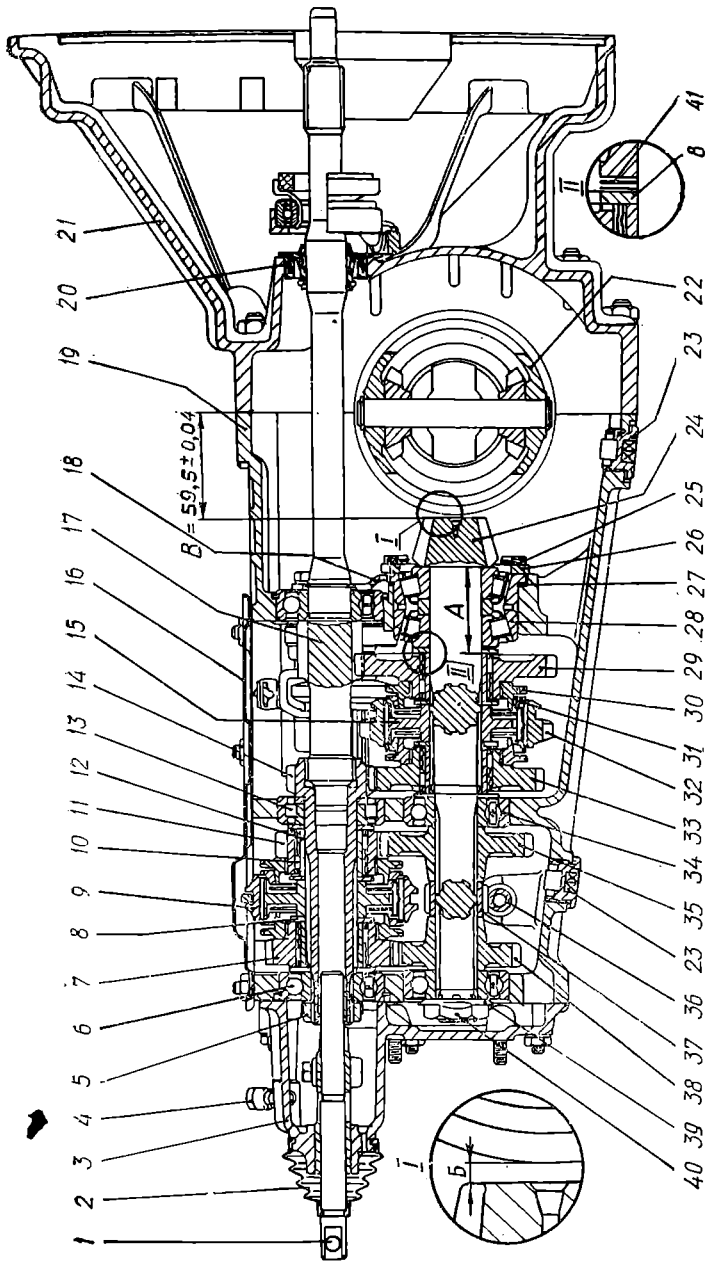
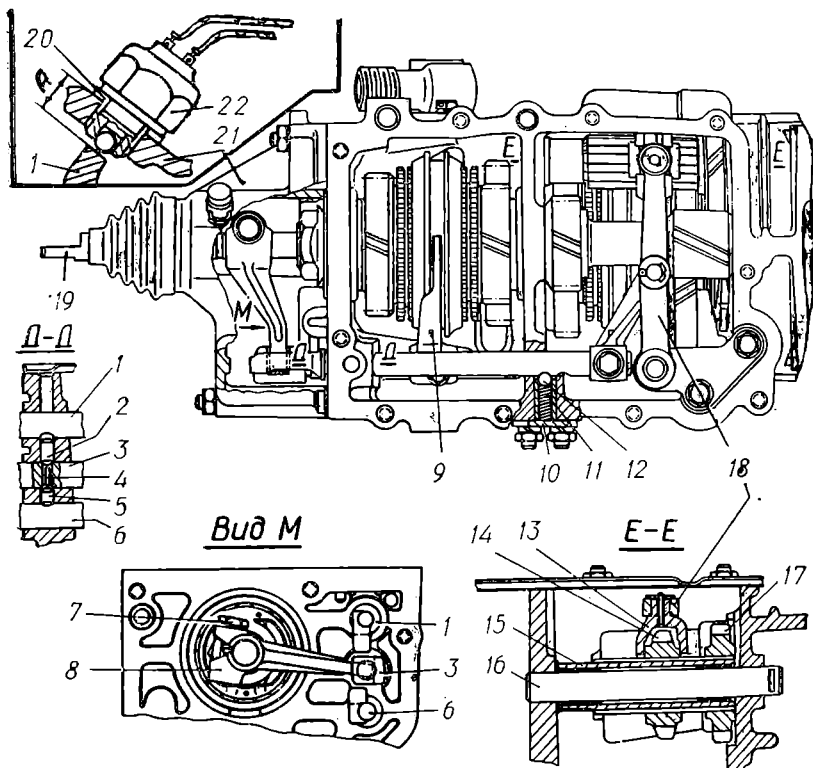
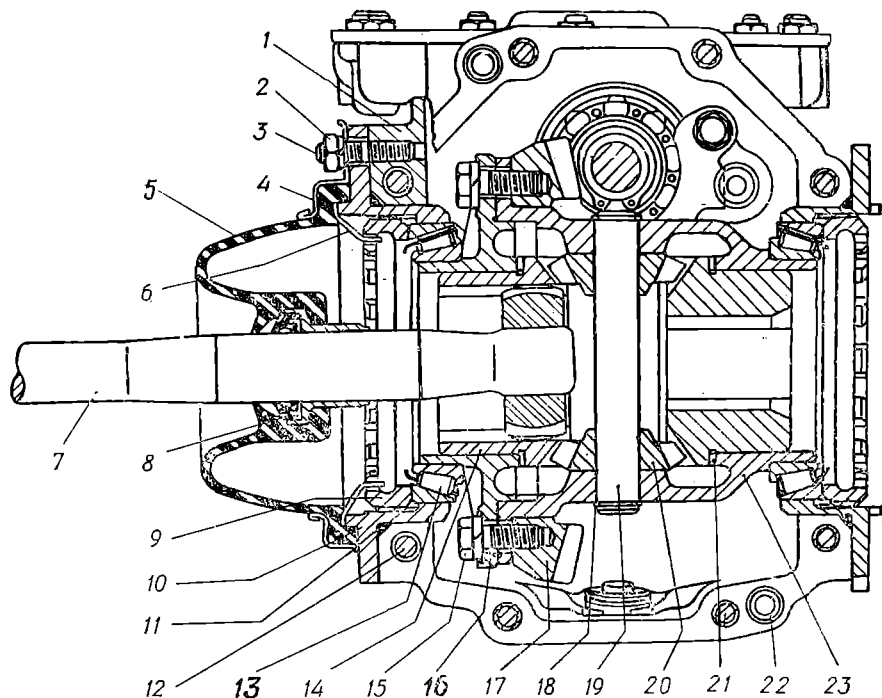

Рис. 47. Коробка передач:
Рис. 48. Механизмы переключения передач:
Рис. 49. Главная передача:
Картер сцепления 21 (рис. 47) и картер коробки передач 19 имеют разъем по оси дифференциала; обработку производят совместно и после расточки выбивают их общий номер. Раздельно каждая из этих деталей не может быть заменена. В картер сцепления в двух бобышках помещена ось с рычагом выключения сцепления. На оси закреплена клином вилка выключения сцепления; в проушинах вилки фиксируется соединительными звеньями выжимной подшипник выключения сцепления.
Коробка передач (рис. 47) — механическая трехходовая, двухвальная, четырехступенчатая, имеет четыре передачи вперед и одну назад. Все передачи, кроме заднего хода, имеют синхронизаторы.
Задний ход осуществляется от шестерни, выполненной заодно с ведущим валом коробки передач, через две паразитные шестерни 14 и 17 (рис. 48), размещенные на шлицевом валу паразитных шестерен заднего хода, и ведомую шестерню 32 (рис. 47) заднего хода. С целью исключить торцовый износ зубьев шестерен заднего хода первая пара шестерен выполнена косозубой и находится в постоянном зацеплении. Вторая пара шестерен прямозубая; ведущая паразитная шестерня заднего хода в момент включения скользит по шлицам вала паразитных шестерен и входит в зацепление с ведомой шестерней заднего хода. Таким образом, для заднего хода требуется включить только одну пару шестерен и при оборотах, вдвое меньших оборотов ведущего вала коробки передач.
Передачи (рис. 48) переключаются с помощью штоков и вилок. Штоки 1, 3 и 6 перемещаются ползуном 8, размещенным в задней крышке коробки передач на штоке 19. Механизм переключения передач включает замки 2, 4 и 5 и фиксаторы 12 штоков переключения, исключающие возможность одновременного включения двух передач и обеспечивающие фиксацию включенной передачи.
Фонари включаются специальным выключателем ВК-403 (рис. 48, поз. 22), установленным на задней крышке 21, привод которого осуществляется специальным выступом, выполненным на штоке 1 включения заднего хода. Если наблюдаются перебои при включении либо устанавливается новый выключатель, следует включить передачу заднего хода и замерить размер «А» между торцом крышки и торцом выступа штока. В зависимости от полученного размера под выключатель необходимо установить соответствующее количество фибровых шайб 20 толщиной 0,6 мм (см. таблицу).
Главная передача (рис. 49) представляет собой пару спиральных конических шестерен. Ведущая шестерня 24 (см. рис. 47) изготовлена вместе с валом и вращается на трех подшипниках.
Ведомая шестерня 17 (см. рис. 49) главной передачи монтируется на корпусе дифференциала 23 и крепится болтами 15 (восемь болтов). Внутри корпуса размещены сателлиты 20 и полуосевые шестерни 14. Полуосевые шестерни имеют фасонный паз, в который вставляется полуось 7. Дифференциал вращается на двух конических подшипниках 13, размещенных в чугунных корпусах 10.
1. Снимите крышки *3*, *16* (см. рис. 47) и крышку *10* (см. рис. 48). фиксаторов штоков, пружины *11* и шарики *12*.
2. Ослабьте гайки крепления картера сцепления к картеру коробки и, отвернув гайки *2* (см. рис. 49), снимите корпуса подшипников дифференциала, затем снимите картер сцепления и выньте дифференциал в сборе. Если разборка коробки передач не связана с заменой и полной регулировкой главной передачи, то корпуса подшипников дифференциала следует пометить относительно картера, а регулировочные гайки *9* (см. рис. 49) не трогать, чтобы при сборке облегчить регулировку зазора в зацеплении шестерен главной передачи.
3. Отверните болт крепления поводка рычага *18* (см. рис. 48) включения заднего хода и выньте шток *1*, а затем выньте ползун *8* со штоком в сборе. Снимите механизм включения заднего хода.
4. Отогните отгибные шайбы гаек *5* и *40* промежуточного *14* (см. рис. 47) и ведомого *24* валов, включите II передачу и задний ход и отверните гайки *5* и *40*.
5. Отверните болты крышки *18* (см. рис. 47) и снимите ее. Через отверстие промежуточного вала *14* мягкой выколоткой выпрессуйте ведущий вал *17* с подшипником.
6. Отверните болт крепления вилки *9* (см. рис. 48) III и IV передач, выньте шток *3* с толкателем *4* замка, замок *2* и вилку *9*.
9. Отверните болты 25 (см. рис. 47) крышки 26 переднего подшипника и снимите крышку.
Нормальная работа главной передачи обеспечивается тогда, когда размер «В» (см. рис. 47) от торца ведущей шестерни вала 24 до оси расточки под корпуса подшипников дифференциала равен $59,5 \pm 0,004$ мм с учетом поправки на монтажное расстояние, нанесенное на торце шестерни 24, а зазор между зубьями шестерен равен 0,08—0,22 мм. Расстояние «В» регулируется прокладками 27. Для установки шестерни на расстояние «В» необходимо предварительно измерить размер «А», в который входят шайба 8, регулировочные шайбы 41 и внутренние обоймы подшипника 28. Размер «А» должен быть 49,9—50 мм, регулируется шайбами 41. От этого размера зависит полнота включения I и II передач.
На подшипник 28 установите регулировочные прокладки 27, а затем установите в картер коробки передач набор из деталей, сидящих на валу 24 (см. рис. 47) и запрессуйте вал с подшипником и одетыми на вал деталями до упора бурта подшипника 28 через прокладки 27 в картер. При этом лыска на буртике подшипника 28 должна быть направлена в сторону ведущего вала 17. Установите крышку 26 и затяните болты 25 с усилием 3,3—4 кгс·м. Затяните гайку 40 ведущего вала с усилием 20—25 кгс·м. Проверьте размер «В» с учетом поправки на монтажное расстояние.
Вставьте в картер шлицевый вал 15 (см. рис. 48) с промежуточными шестернями 14 и 17 заднего хода. Установив регулировочную шайбу, выдержите зазор между внутренней перегородкой картера и торцом вала 0,3—0,5 мм и запрессуйте ось 16, направив паз в сторону отверстия под подшипник ведущего вала 17.
Вставьте вилку I и II передач в паз ведомой шестерни 32 заднего хода и вилку III и IV передач в паз муфты 9 включения III, IV передач. Поставьте штоки переключения передач 6 и 3 (см. рис. 48). При установке штока переключения III и IV передач обратите внимание на установку замка 5 нижнего штока и толкателя 4 замков. Соберите штоки с вилками и закрепите болтами 3,6—5 кгс·м.
Установите кронштейн в сборе с рычагом 18 (см. рис. 48) и поводком включения заднего хода и закрепите его болтами усилием затяжки 1,8—2,5 кгс·м.
Установите ползун 8 (см. рис. 48) переключения передач со штоком 1 (см. рис. 47) в сборе и заведите хвостовик ползуна в паз штока I передачи.
Установите замок 2 (см. рис. 48) верхнего штока, шток 1 включения заднего хода в картер, поводок — на шток, закрепив его болтом с усилием 3,6—5 кгс·м.
Установите фиксаторы 12 пружины 11 (см. рис. 48), смазав прокладку уплотняющей пастой и крышку 10 фиксаторов, закрепив ее гайками.
Если произошла разборка дифференциала, следует проверить осевое перемещение полуосевых шестерен 14 (см. рис. 49), которое должно быть от 0 до 0,35 мм. Регулировка осуществляется подбором необходимой толщины регулировочной прокладки 21 (см. рис. 49).
1. Заверните специальным ключом регулировочную гайку, расположенную со стороны ведомой шестерни 17 (см. рис. 49), до обеспечения зазора 0,08—0,1 мм. При этом противоположную регулировочную гайку отверните на 1—1,5 оборота. Зазор удобно проверять специальным контрольным приспособлением с индикаторной головкой. При отсутствии приспособления зазор в зацеплении главной передачи можно проверить по углу поворота гайки 40 (см. рис. 47) ведомого вала. Угол поворота гайки на 14—37 мин примерно соответствует зазору в зацеплении 0,08—0,22 мм.
3. После регулировки бокового зазора поставьте стопоры регулировочных гаек 9, при этом допускается незначительное дополнительное проворачивание гайки до совпадения уса стопора и прорези (см. рис. 49).